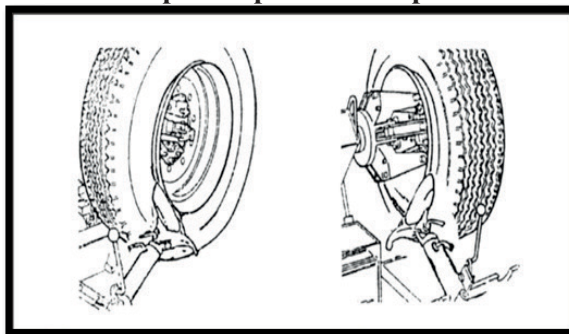

Рис. 10-1
**Всегда проверяйте состояние рычага блокировки (10).**
3. Используя джойстик (5) установите диск отрыва борта (12) у края диска колеса (рис. 10-1).
4. Приведите колесо во вращение и переместите отрывной диск (12) вперед.
6. Отведите отрывной диск (12) от борта шины, разблокируйте рычаг (10), переведите консоль в исходное положение, переведите отрывной диск (12) к внутреннему борту шины.
7. Повторите операцию еще раз для полного демонтажа шины с диска колеса (рис. 10-1).